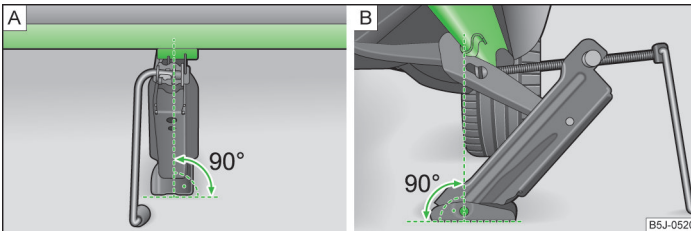

Abb. 184 Wagenheber ansetzen
- Den Wagenheber so ansetzen, dass die Klaue den Steg umfasst » Abb. 184 - .
- Die Grundplatte des Wagenhebers mit ihrer gesamten Fläche auf einem geraden Untergrund abstützen und sicherstellen, dass sich der Heber in senkrechter Position zur Stelle, an der die Klaue den Steg umfasst, befindet » Abb. 184 - .